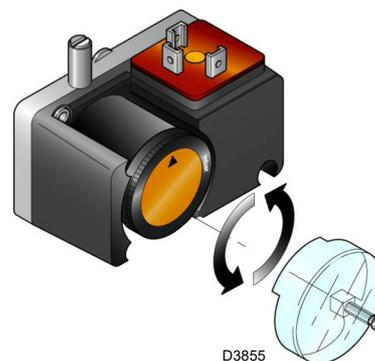

Fig. 32
- Regolare il pressostato gas di minima (Fig. 32 a pag. 32) ad inizio scala.
Eseguire la regolazione del pressostato gas di minima (Fig. 32) dopo aver effettuato tutte le altre regolazioni del bruciatore con il pressostato regolato a inizio scala.